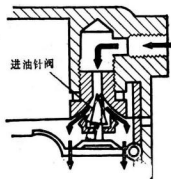

图1-6 化油器进油针阀卡死
6. (图1-6) 化油器油道堵塞或针阀卡死不开，致使汽油泵的油不得泵入化油器。